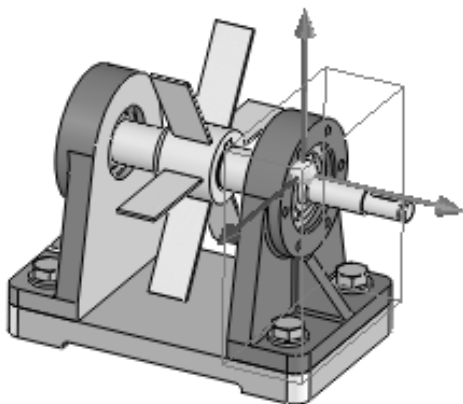

图 5-16
- » 爆炸步骤的零部件：激活此列表，在图形区选择要爆炸的零部件，随后图形区显示三重轴，如图 5-16 所示。